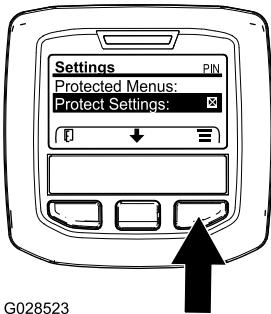

Figure 27
Remarque: S'il n'y a pas de X dans la case à droite de l'option Réglages protégés, l'accès aux sous-menus pour Rampe G, Rampe C, Rampe D et Restauration des réglages par défaut n'est pas bloqué par le code PIN (Figure 27).
- Remarque:** Un X apparaît dans la case à droite de l'option Paramètres protégés (Figure 27).